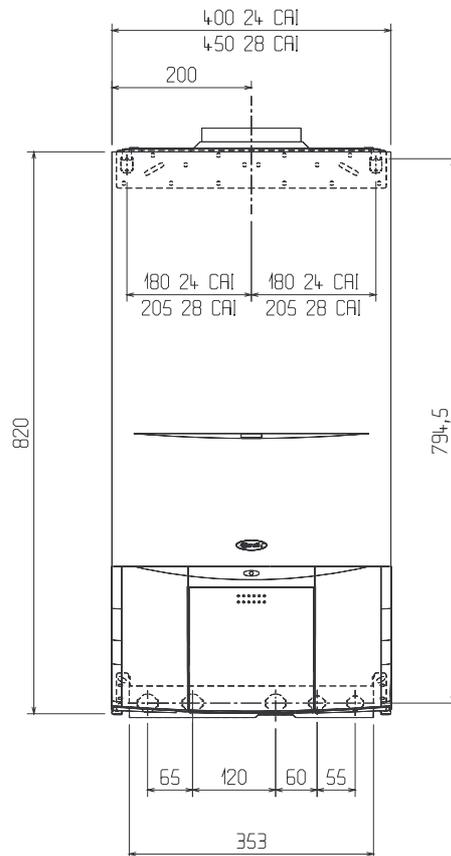

Fig. 1.1
1.6 Dimensioni d'ingombro (Fig. 1.1 - 1.2)